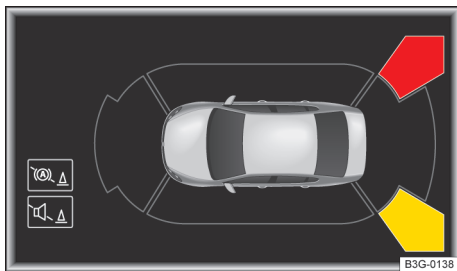

Fig. 136 Na tela do sistema Infotainment: exibição do assistente de saída de vaga.
- Observar os sinais sonoros ou mensagens de texto no display do instrumento combinado. Os segmentos em cores mostram no display do sistema Infotainment a área traseira do veículo afetada → Fig. 136.